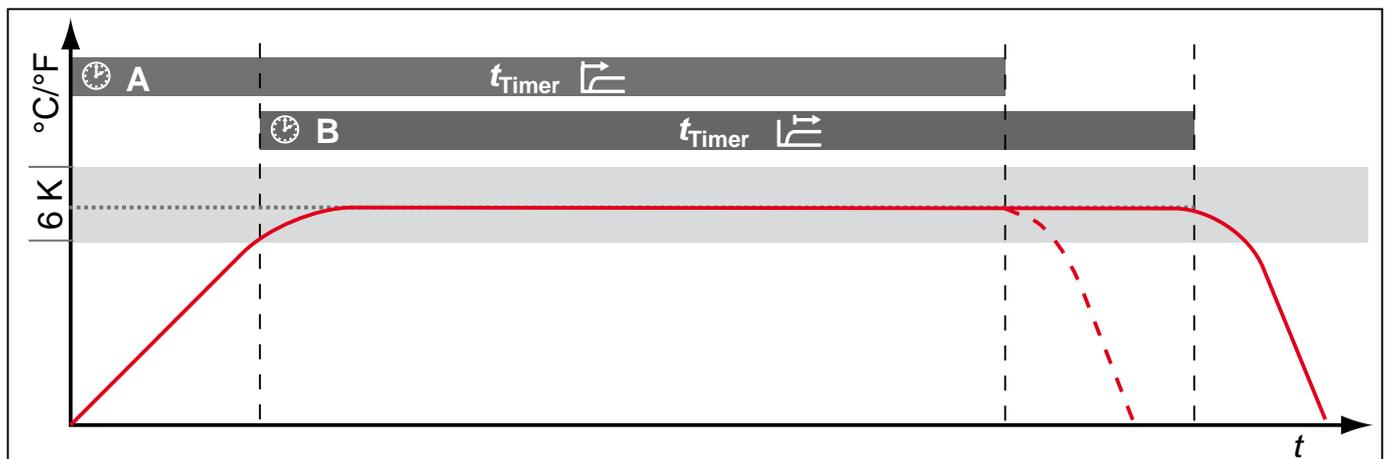

Рис. 29 Режим с таймером
Здесь можно выбрать, будет ли работать цифровой таймер обратного отсчета с настройкой целевого времени (см. стр. 30) с учетом уставки или без него. Таким образом определяется, должен ли таймер запускаться только после достижения поля допуска уставки $\pm 3^{\circ}\text{K}$ (Рис. 29, B) или запускаться сразу после активации (A).